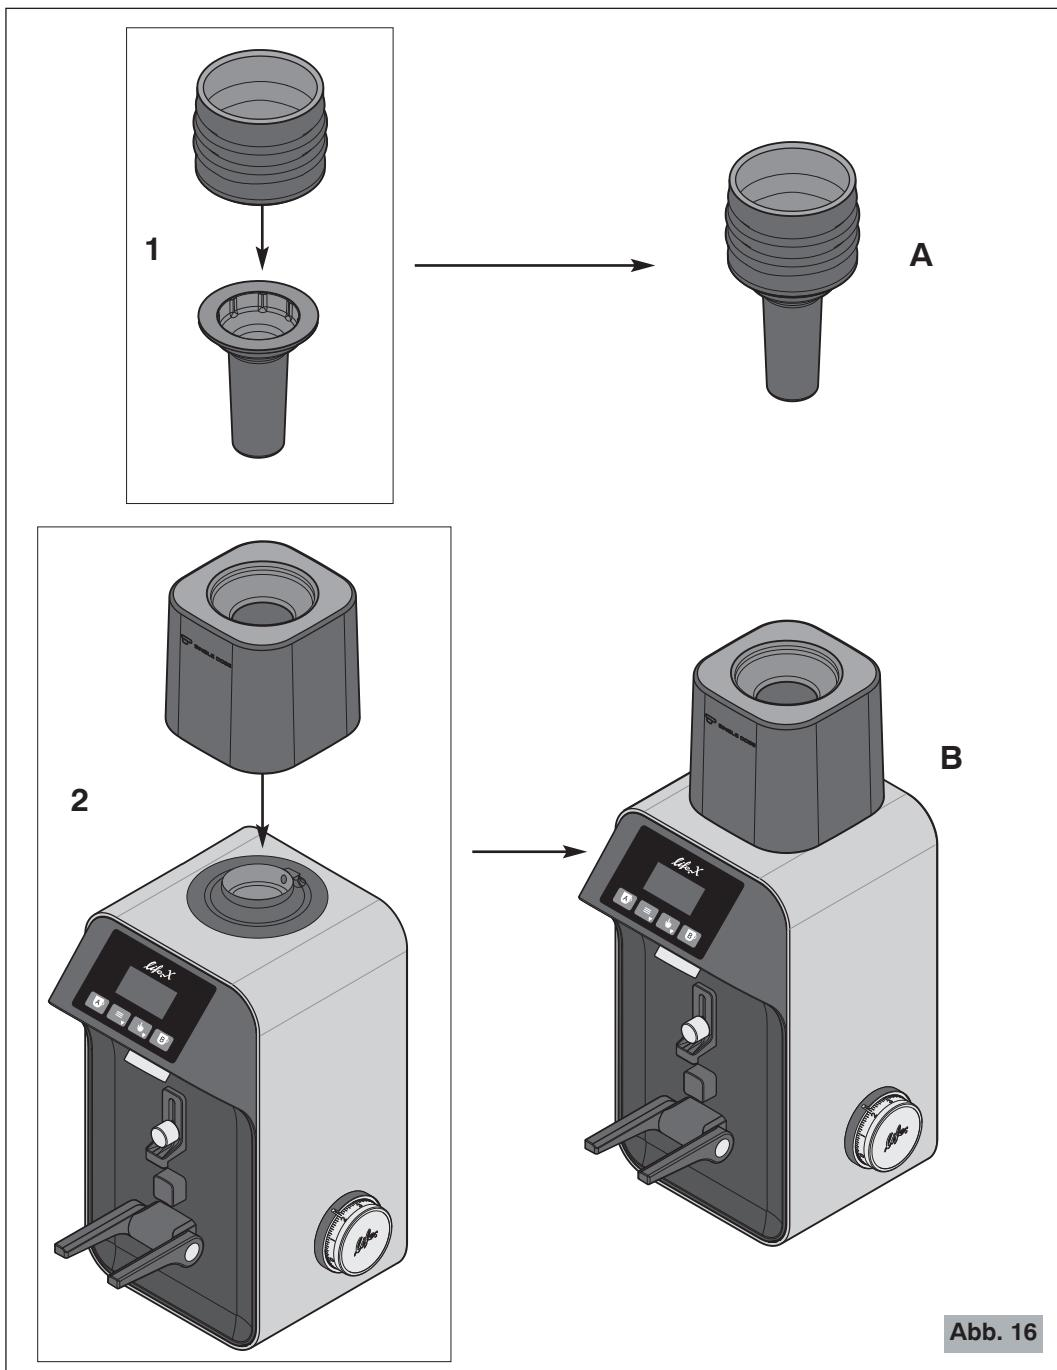
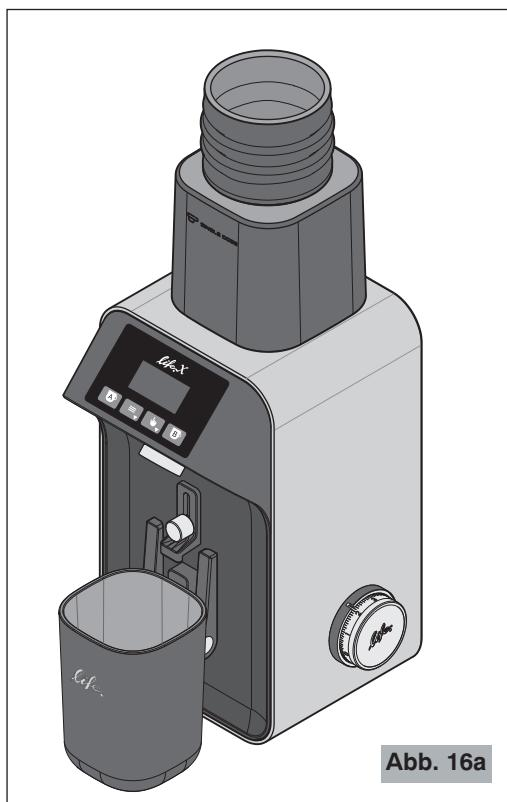
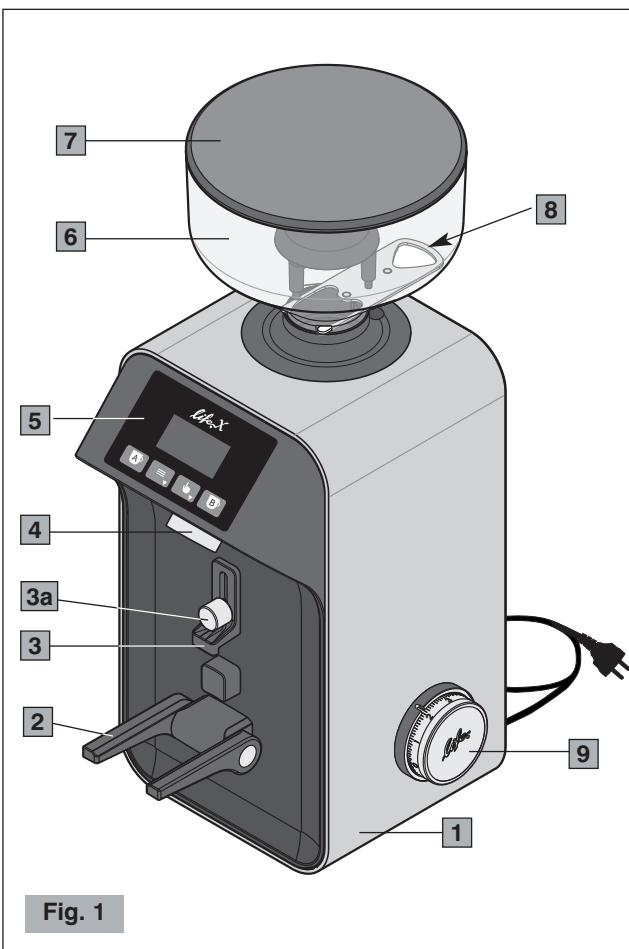
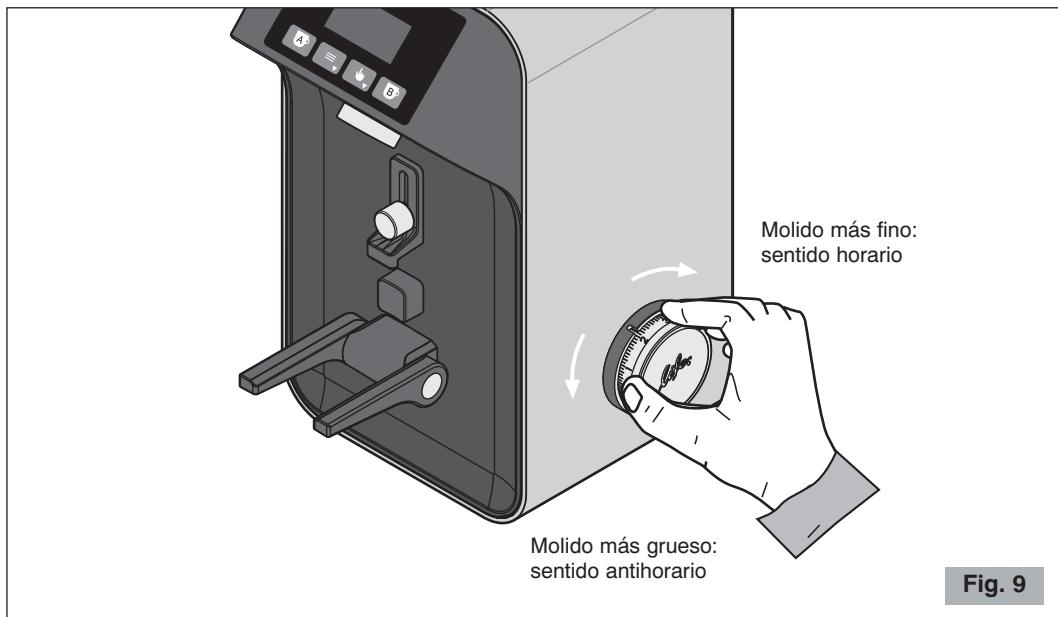

Abb. 16
Abb. 16a
Fig. 1
Fig. 9
Die Halterungsschraube (3a Abb. 1) lockern, ihre Höhe einstellen und dann die Schraube wieder anziehen (siehe Abb. 15).
1. Sicherstellen, dass der Verschluss (8 Abb. 1) des Kaffeebohnenbehälters vollständig geschlossen ist.
5. Den Faltenbalg im Bohnenschieber einsetzen (Punkt 1 der Abb. 16).
6. Den Kit-Untersatz an seinem Sitz positionieren (Punkt 2 der Abb. 16).
- 1 Den ON-OFF-Schalter auf „I“ einstellen (10 Abb. 2). Das Bedienfeld-Display (5 Abb. 1) schaltet sich ein.
- 4** Die Faltenbalg-Bohnenschieber-Gruppe (A Abb. 16) so in der Öffnung des Untersatzes einsetzen, dass sie auf den Kaffeebohnen liegt (Abb. 16a).
- 5** Den mitgelieferten Behälter (15 Abb. 3) oder einen anderen Behälter auf der Auflagegabel (2 Abb. 1) oder auf der Aufstellfläche des Geräts positionieren (nachdem die Auflagegabel senkrecht gestellt wurde - siehe Abb. 16a).
- ⚠ Niemals das Gerät benützen, ohne den Kaffeebohnenbehälter mit der entsprechenden Schraube (6a, Detail A Abb. 3) befestigt oder ohne den Untersatz des Kits der Einzelportion positioniert zu haben (Punkt 2 Abb. 16).**
Der Motor ist blockiert.	<ul style="list-style-type: none"> <li>• Wenn sich aufgrund einer falschen Mahleinstellung bzw. bei Anwesenheit eines Fremdkörpers in den Mahlscheiben der Motor blockieren sollte, muss die Korngröße bis aufs Maximum erweitert werden, indem der entsprechende Einstellknopf zum Mahlen gegen den Uhrzeigersinn betätigt wird (9 Abb. 1). Andernfalls muss das Gerät ausgeschaltet, der Stecker von der Steckdose entfernt und ein technisch ausgebildetes Personal zu Rate gezogen werden.</li> </ul>
### Componentes principales (Fig. 1, Fig. 2, Fig. 3, Fig. 4, Fig. 5)
5. Controlar que el contenedor de los granos de café (tolva) esté correctamente colocado y tenga el obturador (8 Fig. 1) completamente abierto hasta el final de la carrera. Apretar, sin forzar excesivamente, el tornillo de fijación de la tolva (6a, Detalle A Fig. 3).
- 2** Colocar el interruptor ON-OFF en la posición “I” (10 Fig. 2). La pantalla del teclado se ilumina (5 Fig. 1) (véase Fig. 6).
- 3** Colocar la copa porta-filtro sobre la horquilla (2 Fig. 1) bloqueándola bajo el soporte (3 Fig. 1) previamente regulado según el modelo de la copa porta-filtro utilizada.
Otra corrección del grado de molido se puede efectuar girando la perilla de regulación del molido (9 Fig. 1) (véase Fig. 9).
**¡NOTA!** Se aconseja moler pequeñas cantidades de café dejando vaciar las muelas cada vez que se lleva a cabo la operación, abriendo y cerrado el obturador (8 Fig. 1).